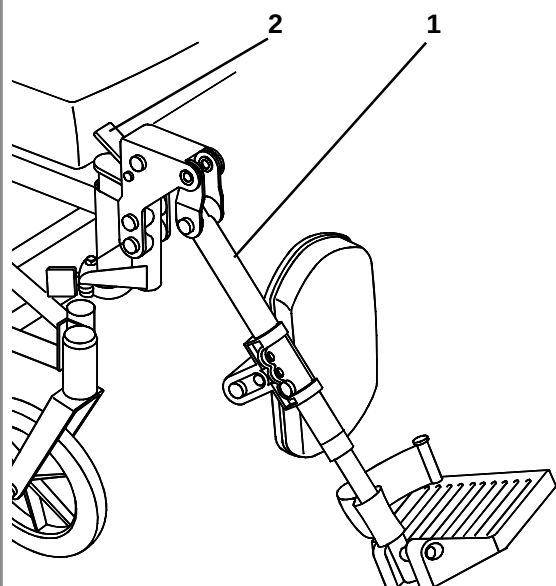

Fig. 19
Pour installer ou enlever les repose-pieds articulés, veuillez vous référer aux instructions concernant les repose-pieds amovibles. Pour élever le repose-pied (1), soulevez-le jusqu'à ce que la position désirée soit atteinte et il se bloquera automatiquement. Pour abaisser le repose-pied tout en étant assis dans le fauteuil, appuyez vers l'avant sur le levier de relâche (2) et abaissez le repose-pied jusqu'à ce que la position désirée soit atteinte. Relâchez le levier, le repose-pied se bloquera automatiquement (Fig. 19).